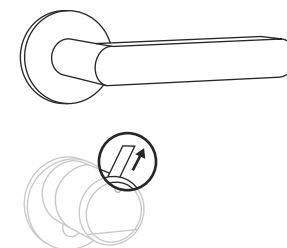

Fig. 11
⑧ Se non lo si è ancora fatto, rimuovere la striscia di protezione della batteria dal vano batteria sulla manopola interna (Fig. 11).